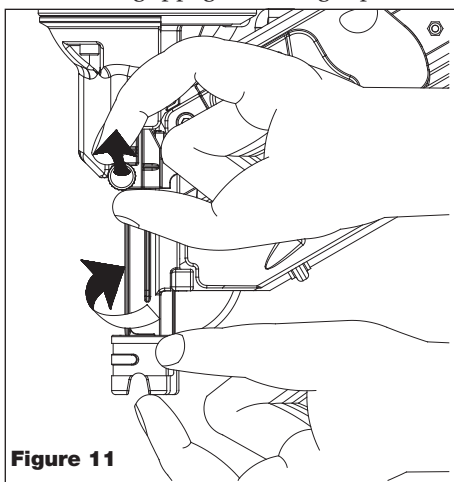

Figure 11
2. Sortir la goupille rouge. Tourner la pointe de contact (PC) d'un quart de tour comme indiqué. Dégager la goupille rouge. Voir la figure 11.